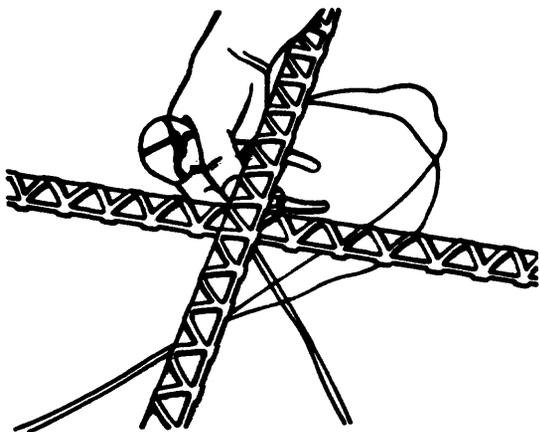

Fig. 6
**7º paso** Pase el asa del alambre por debajo del cruce de dos cabillas. (Fig.6).